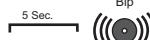

Fig. 3
1) Håll P1 nedtryckt i 4 sek. tills summern avger en kort signal (Fig. 3);